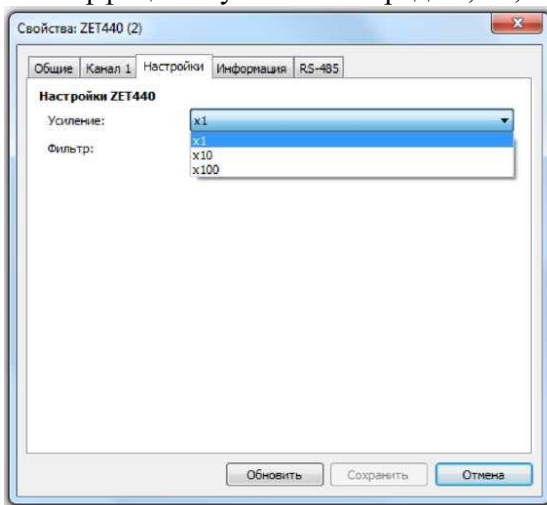

Рисунок 10. Выбор коэффициента усиления
- установить необходимый коэффициент усиления из ряда: 1, 10, 100 (рис. 10)